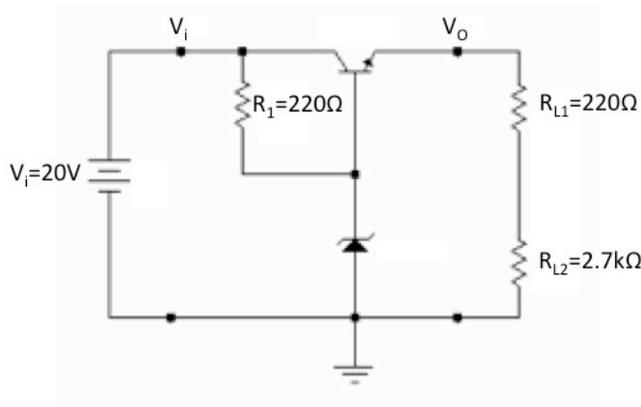

Figura 1: Regulador de Voltaje en Serie
La figura 1 muestra un circuito regulador de voltaje en serie. Se le llama regulador *en serie* pues el elemento regulador (el transistor) está en serie con la carga. El voltaje en la salida estará determinado por:
1. Construya el circuito regulador de voltaje en la figura 1. Utilice un transistor BJT de potencia (TIP29A o equivalente) y un diodo zener de 12 V. Conecte un voltaje de entrada de 18 V de y mida el voltaje de salida. Compare con el valor esperado.